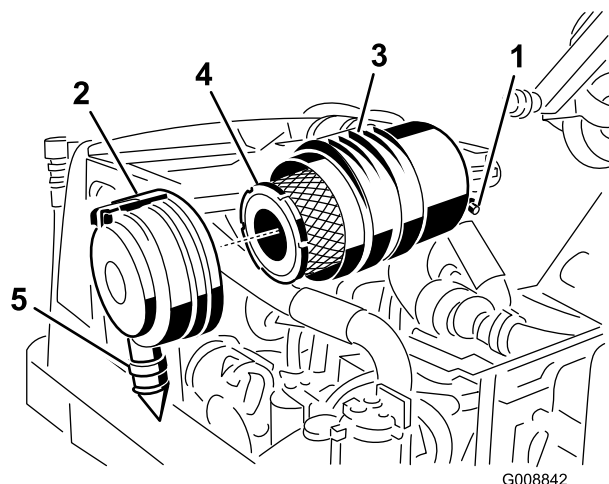

Figure 57
Faites l'entretien du filtre à air uniquement quand l'indicateur de colmatage (Figure 57) indique que cela est nécessaire. Changer le filtre à air prématurément ne fait qu'accroître le risque de contamination du moteur par des impuretés quand le filtre est déposé.
1. Tirez le verrou vers l'extérieur et tournez le couvercle du filtre à air dans le sens anti-horaire (Figure 57).
2. Enlevez l'élément principal (Figure 57). Il est déconseillé de nettoyer les éléments usagés car cela risque d'endommager le matériau du filtre. Vérifiez que le filtre de rechange n'a pas été endommagé
3. Remplacez l'élément principal (Figure 57).
6. Montez le couvercle en dirigeant la valve de sortie en caoutchouc (Figure 57) vers le bas, entre 5:00 et 7:00 heures environ vu de l'extrémité. Fermez le verrou.